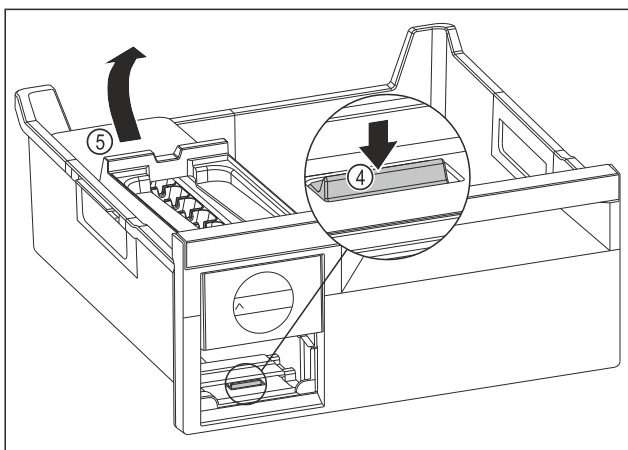

Fig. 172
- ▶ Estrarre il corpo dell'EasyTwist-Ice: Con un dito spingere la linguetta Fig. 172 (4) verso il basso e allo stesso tempo, con l'altra mano, sollevare il corpo dell' EasyTwist-Ice Fig. 172 (5) da dietro.